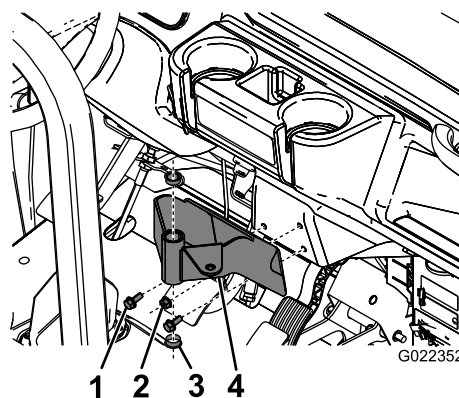

Figura 6
- 2. Inserite due boccole di plastica nella staffa di montaggio (Figura 6).
- 1. Montate la staffa di montaggio del quadro sul cruscotto del Workman (o sul pezzo di connessione) utilizzando 3 bulloni e 3 dadi flangiati, come illustrato in Figura 6.